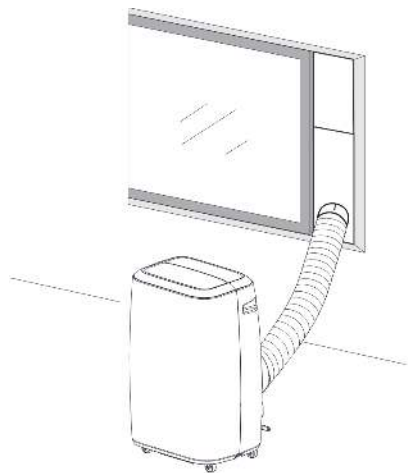
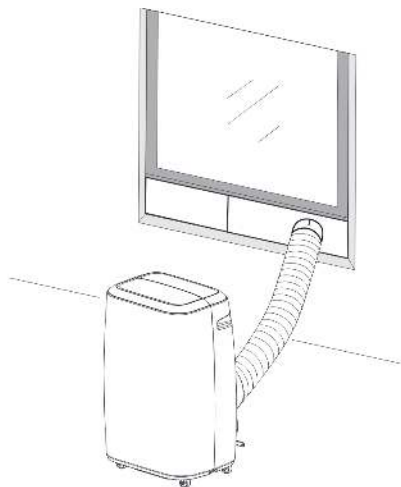

Fig. 5
Fig. 5a
2. Instale a mangueira de exaustão e ajuste bem a posição da janela, conforme indicado na Fig. 5 e Fig. 5a.